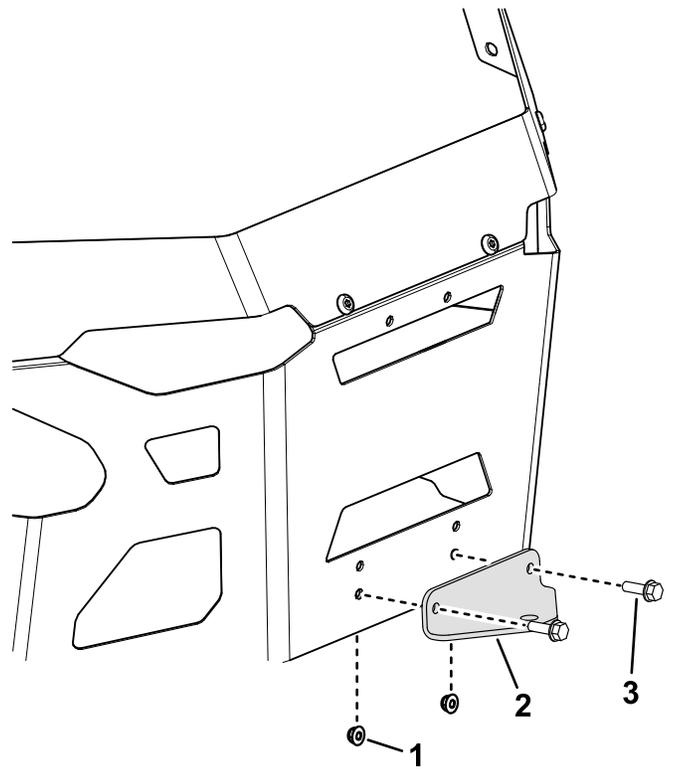

Figura 6
- 2. Retire los 2 pernos existentes, las 2 tuercas y el soporte del enganche de la parte inferior del protector (Figura 6).